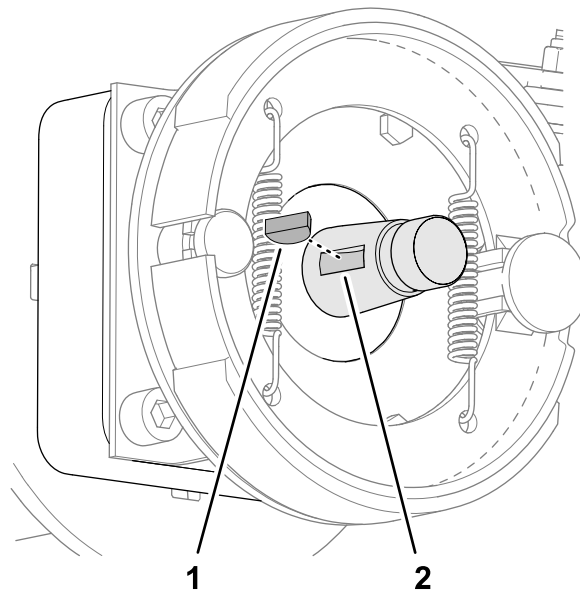

Figura 85
2. Introduceți pană Woodruff în canelura axului care conectează motorul cu roata (Figura 85).